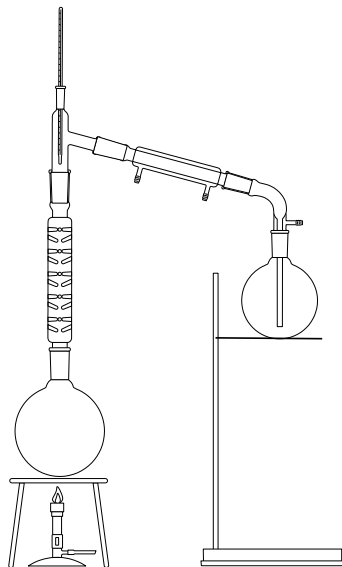

Figura 5 – Montagem do sistema de destilação fracionada.
- 2- Monte o sistema de destilação fracionada, conforme Figura 5. Caso tenha dúvidas pergunte ao professor.